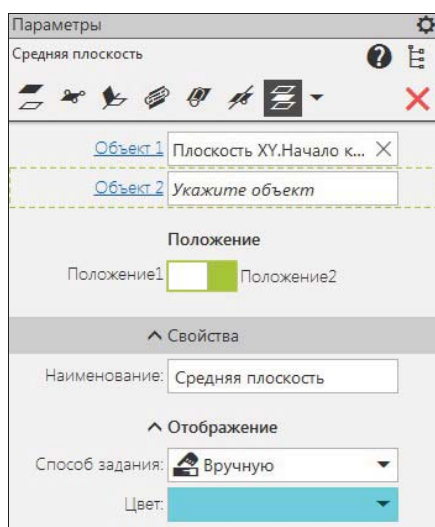

Рис. 20.13. Панель Параметров:
- ◆ укажите стороны двугранного угла. На панели **Параметры: Средняя плоскость** (рис. 20.13), на полях **Объект 1** и **Объект 2**, появились названия выбранных плоскостей. Далее необходимо поставить переключатель в положение: